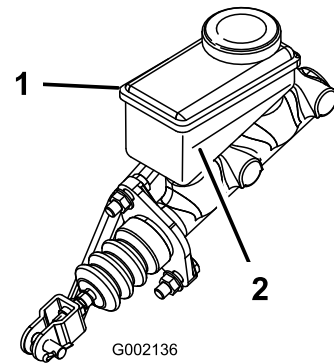

**Figure 17**
2. Soulevez le capot pour accéder au maître-cylindre de frein et au réservoir (Figure 17).
- A. Nettoyez la surface autour du bouchon du réservoir et enlevez le bouchon (Figure 17).
- C. Remettez le bouchon du réservoir (Figure 17).